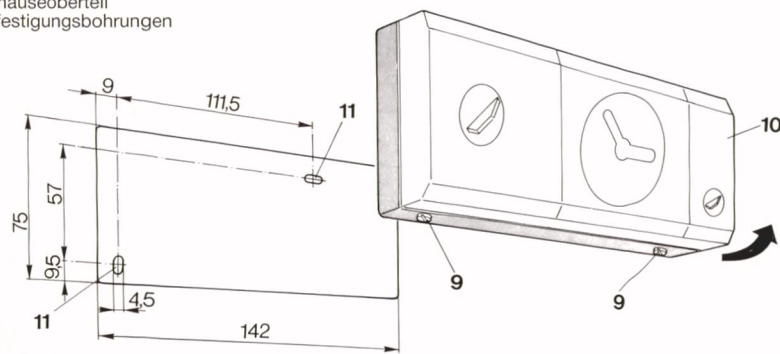
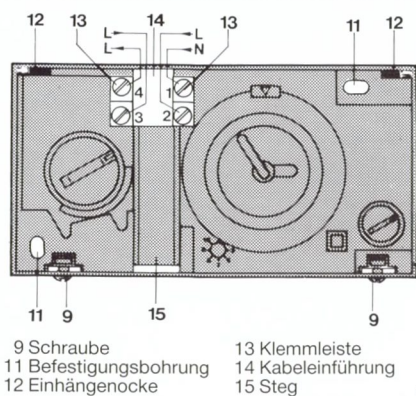

Abb. 2: Montage
Abb. 3: Installation
1. Zwei Befestigungsbohrungen (11) mit $\varnothing$ 6 mm entsprechend Abb. 2 anbringen und Dübel einsetzen.
2. Mit einem Schraubendreher die Schrauben (9) lösen.
3. Gehäuseoberteil (10) hochklappen und abheben.
Bei Unterputzinstallation das Anschlußkabel durch die Kabeleinführung zwischen den beiden Klemmleisten (13) führen (Abb. 3).
10.3 Gehäuseoberteil (10, Abb. 2) auf die Einhängenvornen (12, Abb. 3) einsetzen, zuklappen und mit den beiden Schrauben (9) auf das Gehäuseunterteil befestigen. Die Sicherung in der Zuleitung einschrauben.
2. **Gehäuseoberteil** (10, Abb. 2) entsprechend Abschnitt 9.2 unter 2. und 3. abnehmen.
4. **Gehäuseoberteil** (10, Abb. 2) entsprechend Abschnitt 10.3 aufsetzen.
Gehäuseoberteil (10, Abb. 2) entsprechend Abschnitt 9.2 abnehmen.
Gehäuseoberteil (10, Abb. 2) wieder aufsetzen entsprechend Abschnitt 10.3.
Gehäuseoberteil (10, Abb. 2) aufsetzen.